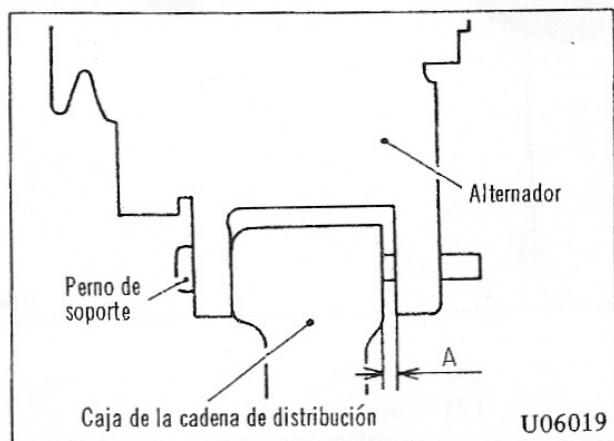

Fig. 19 Instalación del alternador
3. Instalar un espaciador en la zona A (en la Fig. 19), y luego instalar la tuerca y apretarla al par especificado.